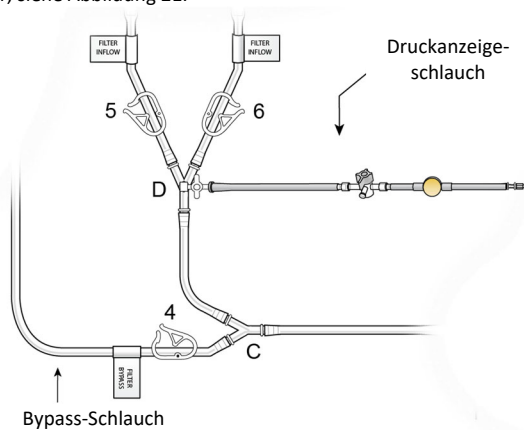

Abbildung 21
- (b) Bringen Sie den Druckanzeigeschlauch vor den Filtern (zum Messen von Überdruck – vor den Filtern) an Absperrhahn „D“ an, und füllen Sie ihn vor, siehe Abbildung 21.